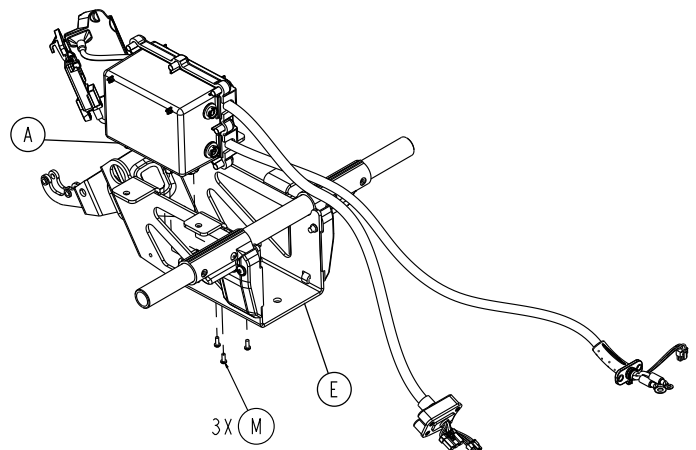

Figure 52 – Retirer les vis de l'ensemble de boîtier HBC
6. À l'aide d'une clé Torx T20, retirer les trois vis de taraudage à tête cylindrique (M) qui fixent l'ensemble de boîtier HBC (A) au support de cage alvéolée (E) (Figure 52). Conserver les vis.